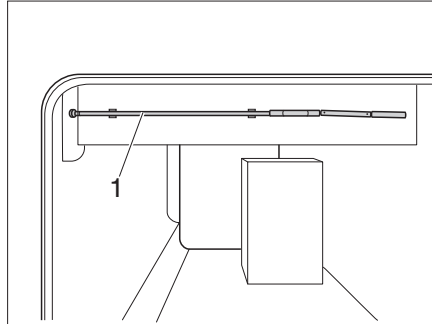

Bild 151 Kurbel zur Höhenverstellung
- Kurbel (Bild 151,1) aus der Halterung nehmen.